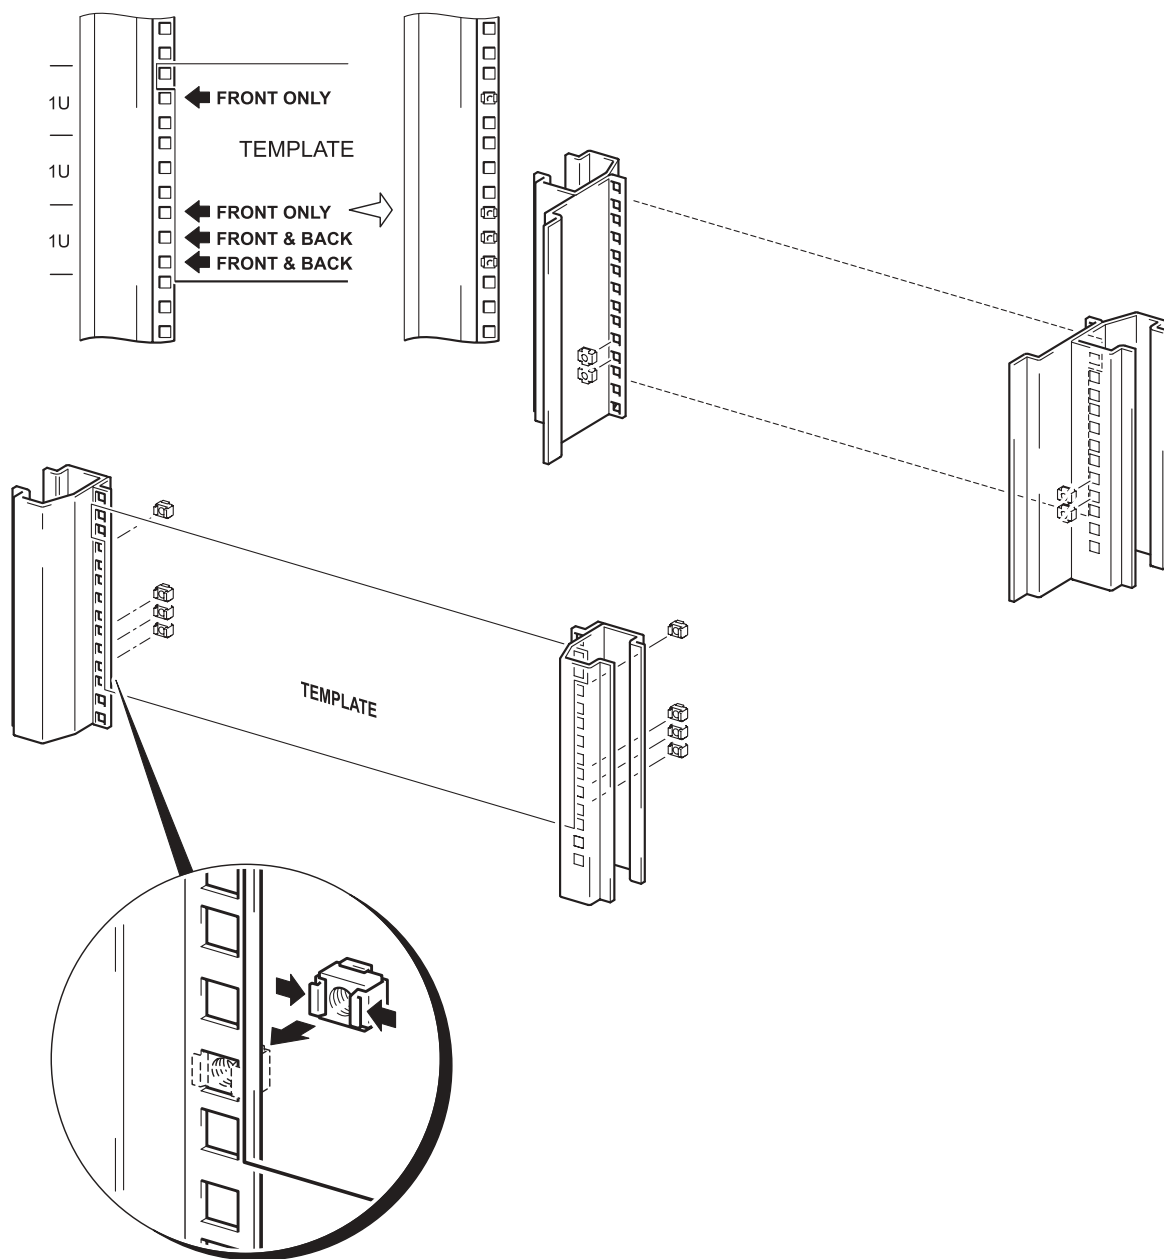

图 2b: 安装 M6 固定螺母 (方孔剖面)
- 3 将前 8 个固定螺母（如图 2b 所示）置于模板上用黑色箭头指示且标有“FRONT ONLY”或“FRONT & BACK”的位置（一边 4 个固定螺母）。夹紧固定螺母的侧面并将其从机架柱内侧插入正方形小孔中后，此操作就算完成。固定螺母是旋进去的。如有必要，请使用螺丝刀将其卡入到位。